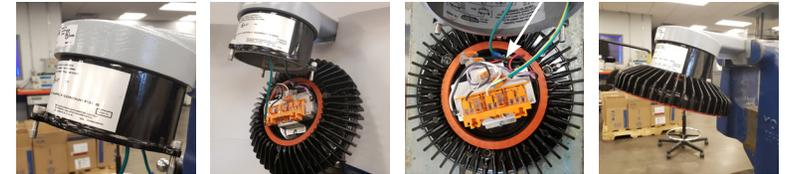

FIGURE 2
- Pour une installation sur mât ou suspendue: Graissez le filetage de l'entrée avec le lubrifiant HTL de Eaton Crouse-Hinds. Vissez le support à l'entrée jusqu'à ce qu'il soit serré. Serrez la vis de pression de l'entrée à l'aide d'une clé hexagonale de 2,0 mm (voir Figure 2). Serrez à 1,81 Nm. Tirez les fils dans le mât ou le couvercle suspendu.
- Suspendez l'ensemble à la charnière du couvercle (voir Figure 2).